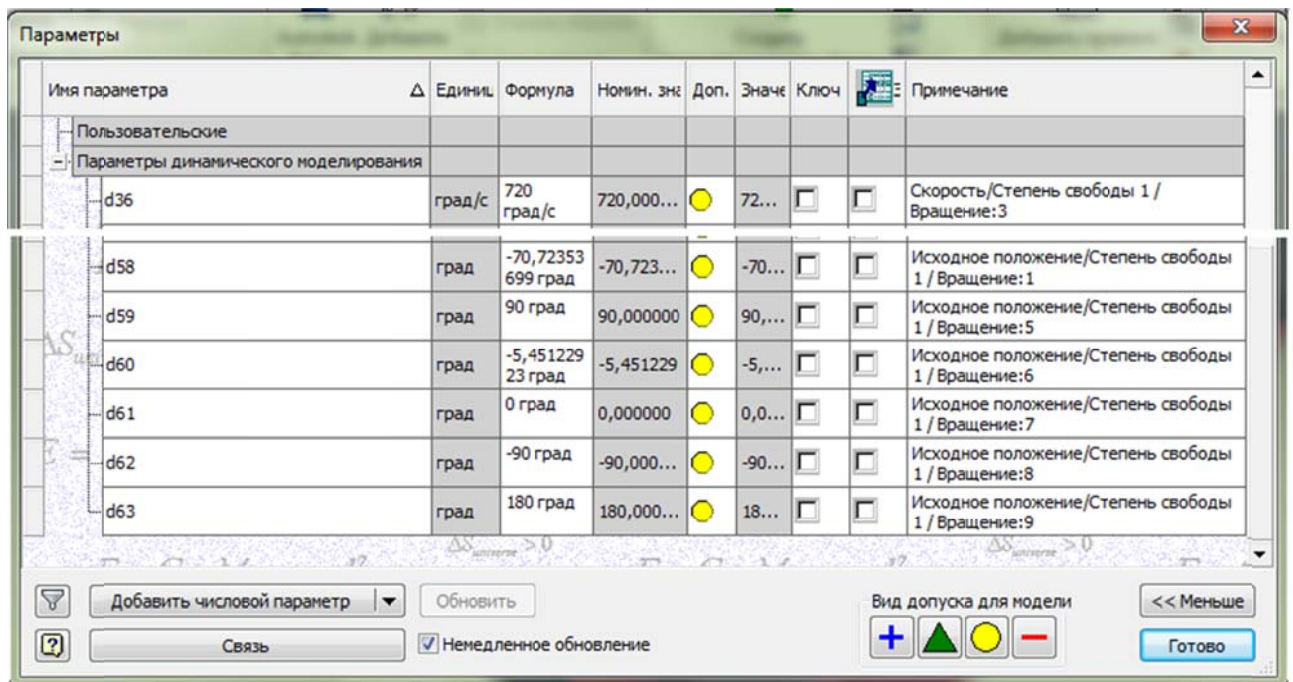

Рис. 6.6. Параметры середовища динамічного моделювання
- виділити у браузері середовища динамічного моделювання з'єднання "Вращение: 6 (РабочаяГоловкаЛопатокДМ:1, РоторГлДвиж:1)" і із контекстного меню викликати команду  "Свойства". На вкладці "Степень свободы 1(B)" підвести курсор до параметру "Положение", визначити його ім'я (наприклад, d59). Або у діалоговому вікні команди "Параметры" (рис. 6.6) ці змінні в розділі "Пользовательские: Параметры динамического моделирования" в колонці "Примечание" мають відповідні коментарі, за якими можна визначити їх приналежність тому чи іншому з'єднанню. Після цього змінити значення змінної на потрібне. Повторити ці дії для кожного з'єднання;